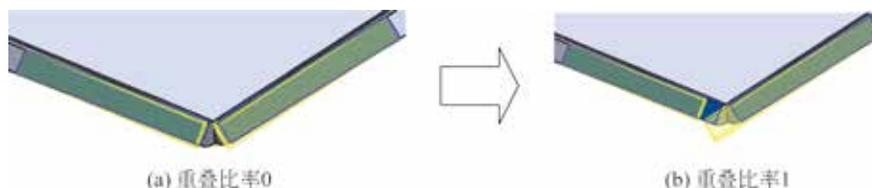

图 5.202 重叠比率
-  文本框：只有在选中  或者  后才可用，它可以用来调整延伸面与参照面之间的重叠厚度，输入值的范围为 0~1，输入不同值的效果如图 5.202 所示。